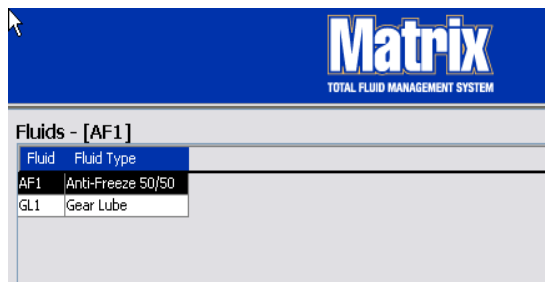

FIG. 69
5. Le informazioni sul fluido sono visualizzate sulla schermata Fluids (Fluidi) come illustrato nella FIG. 69.
6. Per modificare il nome assegnato a un fluido o al tipo di fluido assegnato al nome (FIG. 69), evidenziare la voce elencata sulla schermata principale Fluids (Fluidi).